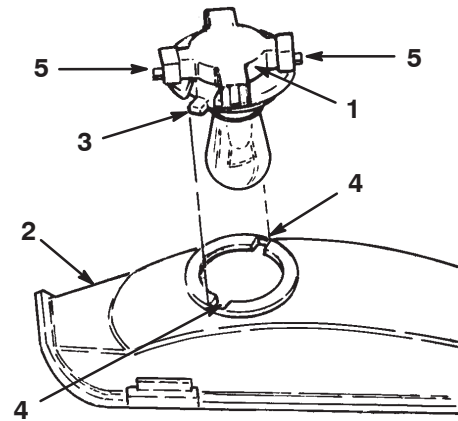

Bild 25
7. Drehen Sie die Birnenfassung um 1/4 Umdrehung entgegen dem Uhrzeigersinn und nehmen die Birne aus dem Reflektor (Bild 25).
3. Richten Sie die Laschen an der Birnenfassung mit den Schlitz im Reflektor aus (Bild 25).